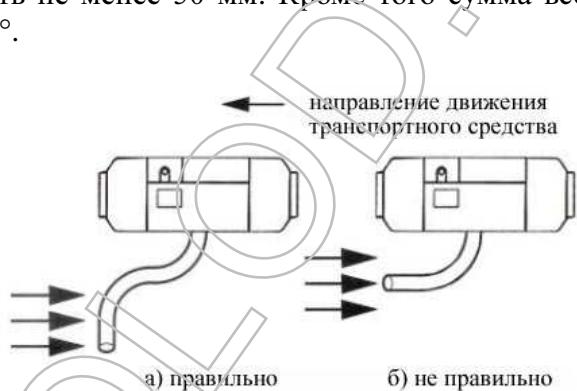

Рис. 20
4.6.4 Направление открытых концов труб не должно совпадать с направлением движения транспортного средства (Рис. 20).